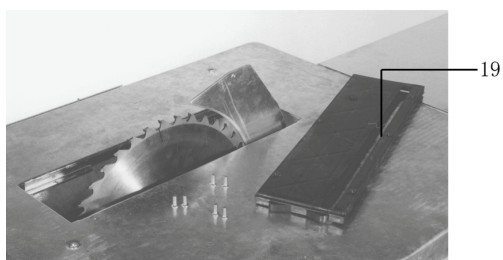

Fig. 25
- Degajați șuruburile și demontați componentul 19 (v. fig. 25).